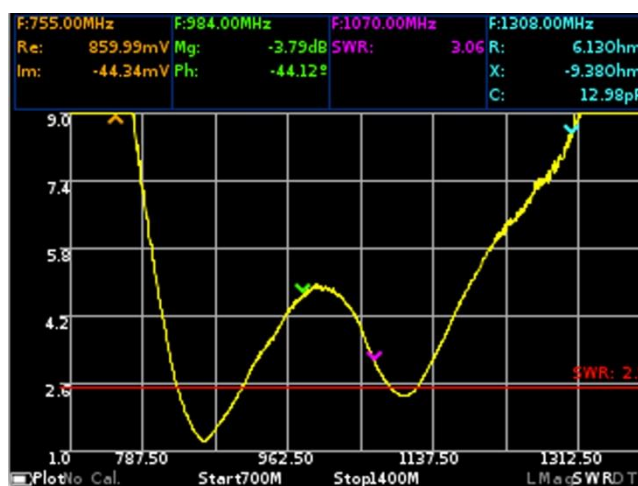

Рисунок 10.8 – График КСВН
10.6.1. На графике отображается коэффициент стоячей волны по напряжению (КСВН) от частоты. На экране прибора график (Рисунок 10.8) отображается как **SWR**.